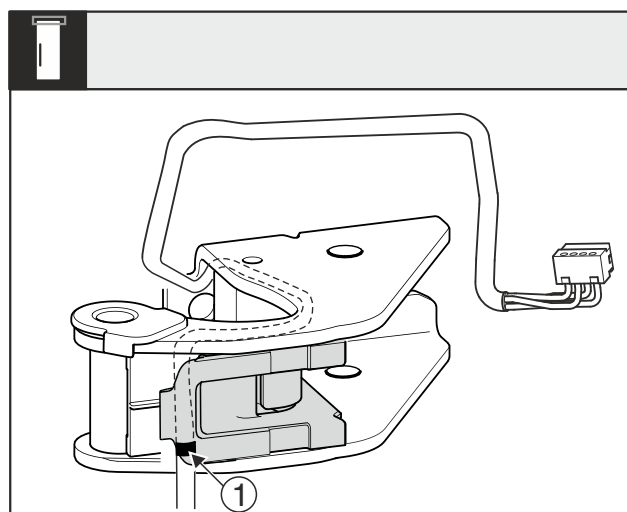

Fig. 29
- ▶ La marca central Fig. 29 (1) debe estar en el borde del portacables.